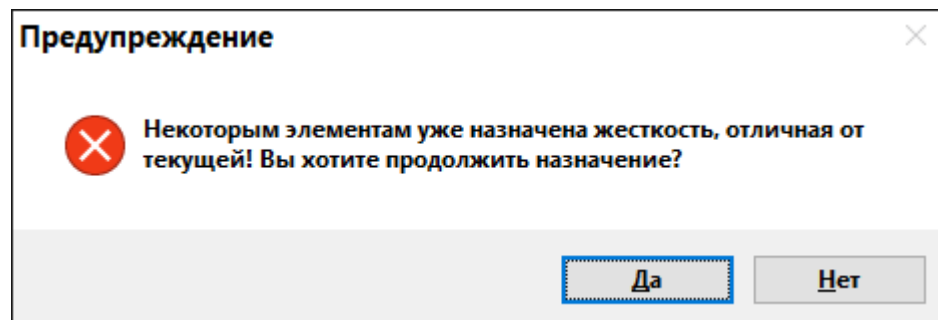

Рис.8.14. Диалоговое окно **Предупреждение**
- На экране появляется диалоговое окно **Предупреждение** (рис.8.14), в котором щелкните по кнопке **Да**.